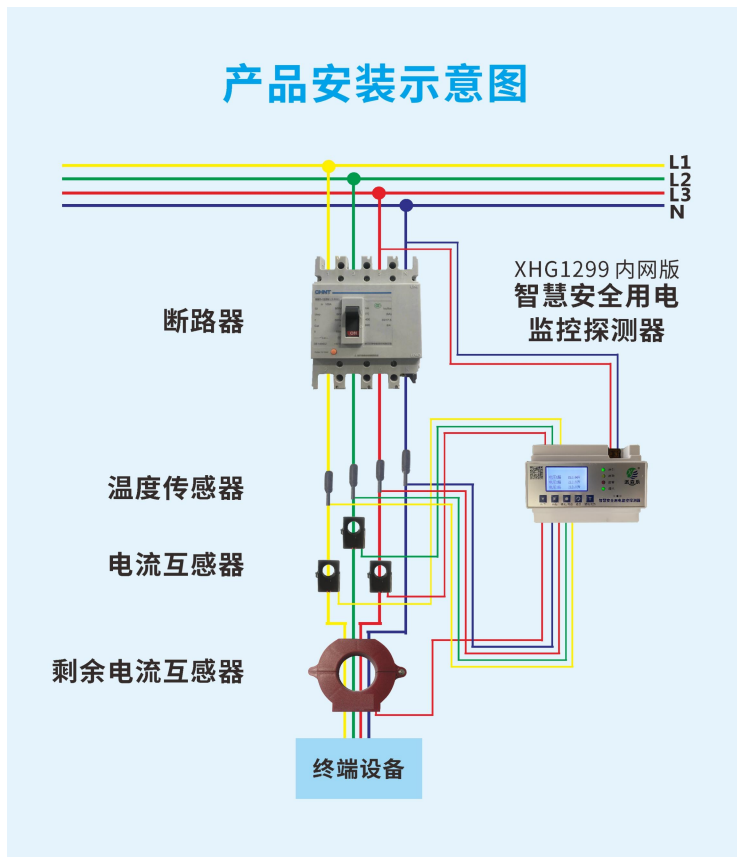

图 2-3 XHG1299 内网 产品安装示意图
- (1) 漏电回路：连接剩余电流互感器，不分极性，用于探测剩余电流；
- (2) 电流回路：连接电流互感器，用于探测电流；
- (3) 温度回路：连接温度传感器，不分极性，用于探测配电箱线体温度，应紧贴线体表面安装；（产品安装示意图 如图 2-3。）
- (4) 常开点：报警信号输出，正常时为常开，报警时为常闭；
- (5) AC220V：火线(L)和零线(N)，强电接线，请务必注意，防止接线短路；